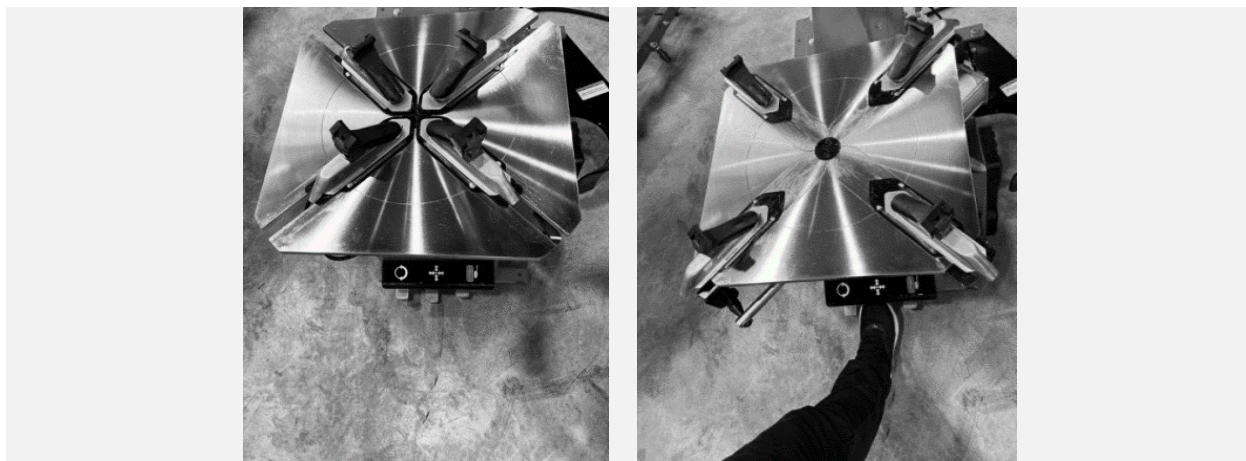

Рисунок 28
- Максимально развести зажимные кулачки, нажав педаль управления зажимными кулачками (см. Рисунок 28).